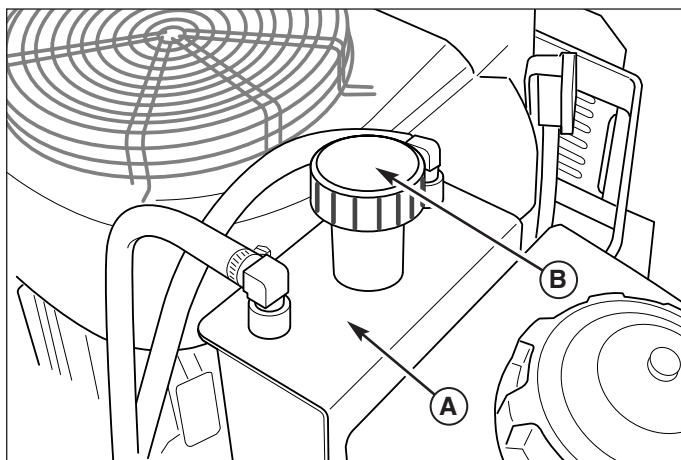

Figura 11. Revisar el nivel de aceite hidráulico
2. Desatornille la tapa del depósito (B, Figura 11).
3. Mire por el cuello para llenado del depósito del aceite hidráulico (A, Figura 11) y observe el nivel de aceite. Cuando está frío, el nivel de aceite debe estar al nivel del reductor de circulación dentro del depósito (tanque de acero) o aproximadamente 1/2" (1.2cm) por debajo de la línea "LLENO CALIENTE" (tanque de plástico).